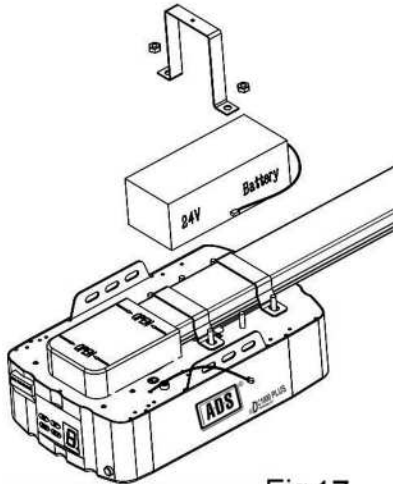

Fig.17
1. Ensamble la Batería de Respaldo y el Soporte de la Batería como en la imagen, fije con los Tornillos suministrados (Fig.17).